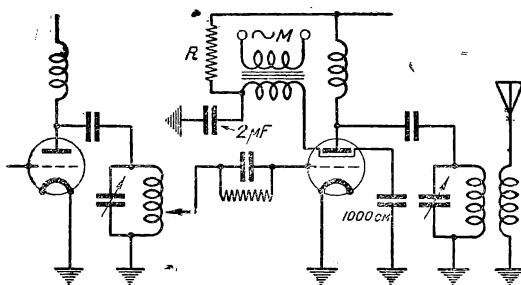

Рис. 6
Экранированную лампу в мощном каскаде модулировать проще всего на ее экранную сетку. Схема модуляции такого вида дана на рис. 6. Эта схема работает очень хорошо и требует небольшой звуковой мощности от модуляционного усилителя. Например, для того, чтобы промодулировать лампу С-106, мощности, отдаваемой одной лампой УО-104, вполне достаточно.
ток несущей частоты устанавливается равным половине тока, который передатчик дает в телеграфном режиме. Установка на телефонную точку в схемах рис. 1—5 достигается подбором величины постоянного сеточного смещения —  $B_c$ , а в схеме рис. 6 — подбором напряжения на экранную сетку. Имея вольтметр постоянного тока и тепловой прибор, любитель может снять модуляционную характеристику передатчика, т. е. зависимость изменения колебательного тока от напряжения, подаваемого к модулятору.
2. Случай как раз обратный: при модуляции ток в антенне возрастает слишком резко. Причина — неправильный режим. Дано слишком большое отрицательное смещение  $B_c$  в схемах рис. 1—5 или на экранной сетке напряжение недостаточно — рис. 6.